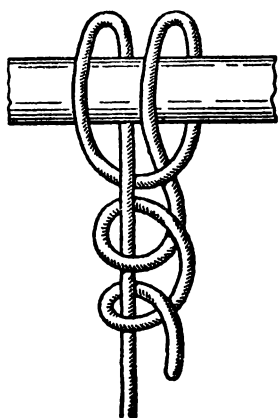

Рис. 17 Мачтовый штык
**Мачтовый штык** (рис. 17). Здесь оригинальная комбинация двух хороших узлов дает надежный и простой узел. Сначала вокруг предмета, к которому крепят трос, завязывают выбленочный узел (см. рис. 48) и на коренном конце троса делают обычный штык, который, как известно, тоже представляет собой видоизмененный выбленочный узел. Чтобы мачтовый штык не получился затягивающимся, первый узел до конца не затягивают.